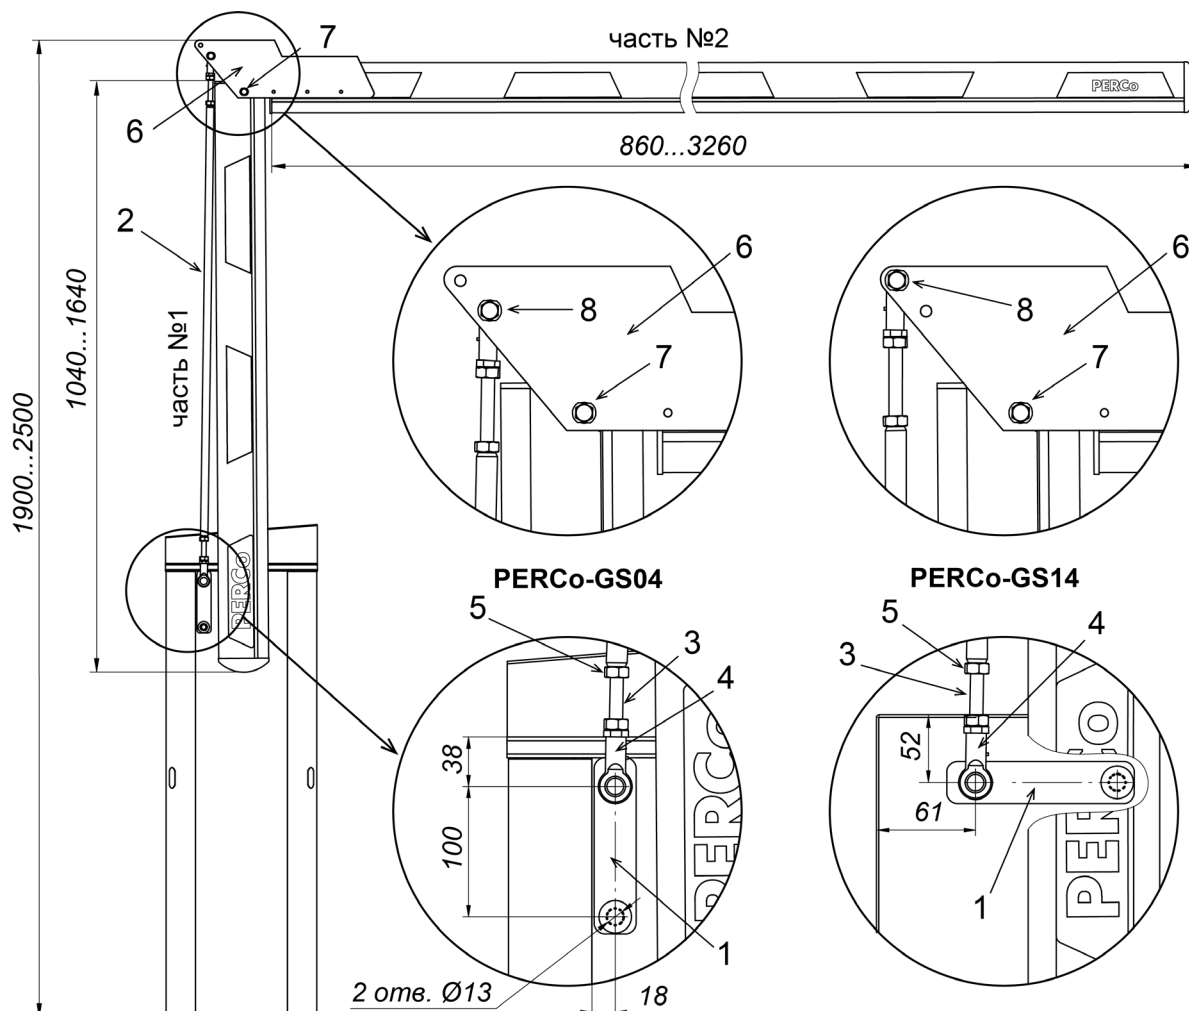

Рисунок 1. Шлагбаум PERCo с установленной стрелой PERCo-GBO и шарниром PERCo-GBF1
Порядок монтажа стрелы **PERCo-GBO** на шлагбауме **PERCo-GS04** (**PERCo-GS14**) – см. в их руководствах по эксплуатации. Необходимо учитывать, что минимальная высота шлагбаума со сгибающейся стрелой – 1900 мм, максимальная – 2500 мм, без учета высоты фундамента (см. рис. 1).
1. Просверлите в корпусе шлагбаума два отверстия под крепление пластины в соответствии с рис. 1, используя шаблон №1 из комплекта поставки. При необходимости вращения стрелы в противоположную сторону необходимо просверлить отверстия с противоположной стороны корпуса.
- Исходя из габаритов проезда, разрежьте стрелу **PERCo-GBO** на две части №1 и №2, возможные размеры частей указаны на рис. 1. Учитывайте начало и конец стрелы. Для ровного разреза ножовкой по металлу используйте стусло.
- Вставьте ось тяги в отверстия между пластинами шарнира, как показано на рисунке и зафиксируйте ее гайками M8 с шайбами. Для шлагбаума **PERCo-GS04** ось тяги вставляется в нижнее отверстие обеих пластин шарнира, для **PERCo-GS14** – в верхнее (см. рис. 1). Затяните до конца винты M5 крепления пластин шарнира на стреле: